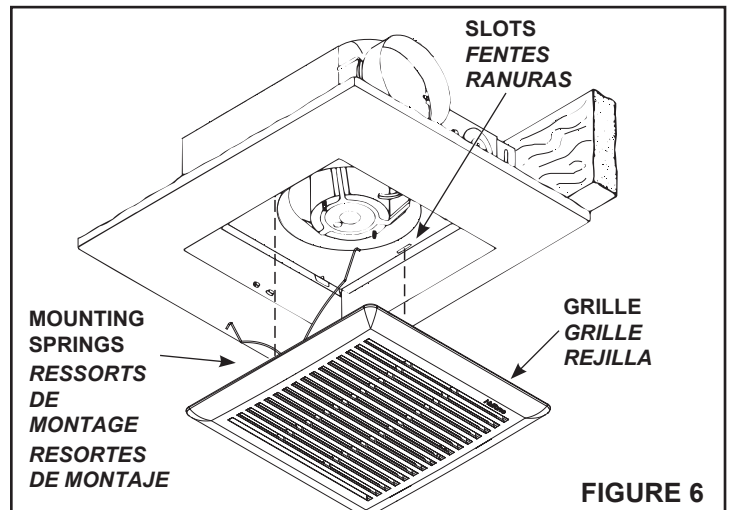

FIGURE 6
1. Refer to Figure 6. Squeezing grille's mounting springs together, insert springs into slots on both sides of the housing.
1. **Voir Figure 6.** En comprimant les ressorts de montage de la grille, les insérer dans les fentes des deux côtés du boîtier.